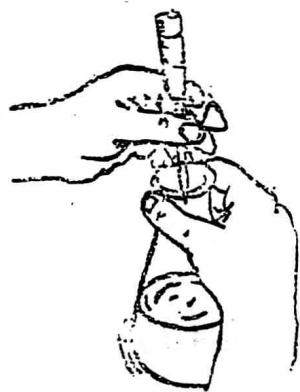

图 1-4 滴定操作
(2) 滴定操作:
a. 姿势: 滴定最好在锥形瓶中进行, 有时也可在烧杯中进行。滴定的姿势如图 1-4 所示。用左手控制滴定管的活塞, 大拇指在前, 食指和中指在后, 后指略微弯曲, 轻轻向内扣准活塞, 转动活塞时, 要注意勿使手心顶着活塞, 以防活塞被顶出, 造成漏水。右手握持锥形瓶, 边滴边摇动, 使瓶内溶液混合均匀反应及时进行完全。摇动时应作同一方向的圆周运动。刚开始滴定, 溶液滴出的速度可以稍快一些。但不能使溶液成流水状放出, 临近终点时, 滴定速度要减慢, 应一滴或半滴地加入, 滴一滴, 摇几下, 并从洗瓶吹入少量蒸馏水洗锥形瓶内壁。使附着的溶液全部流下; 然后, 再半滴、半滴地加入, 直到滴定至准确到达终点为止。半滴的滴法是将滴定管活塞稍稍转动, 使有半滴溶液悬于管口, 将锥形瓶内与管口相接触, 使液滴流出, 并以蒸馏水冲下。使用碱式滴定管时, 左手拇指在前, 食指在后捏住橡皮管中的玻璃珠所在部位稍上处, 捏紧橡皮管, 使橡皮和玻璃珠之间形成一条缝隙, 溶液即可流出。但注意不能捏挤玻璃珠下方的玻璃管, 否则空气进入形成气泡。